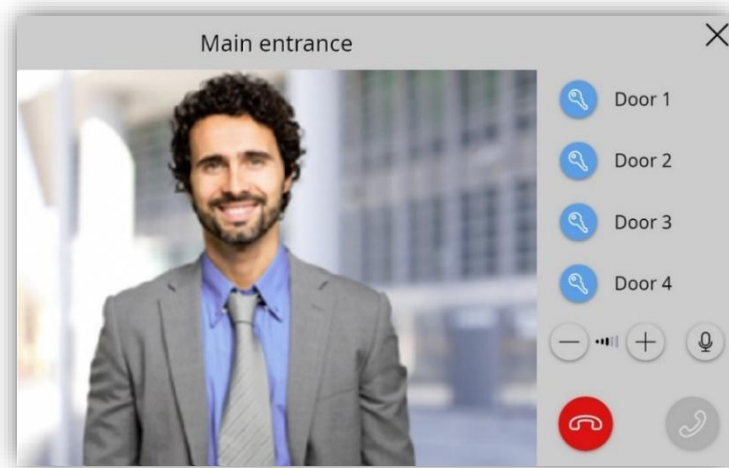

Abbildung138 . Laufender Anruf
- **Anruf annehmen:** Öffnet den Dialog für den laufenden Anruf (Abbildung 138) und benachrichtigt andere synchronisierte Bildschirme im selben Netzwerk, dass der Anruf angenommen wurde:
Wenn Sie den eingehenden Anruf annehmen, wird die Schnittstelle in Abbildung 138 angezeigt und die Sprachkommunikation mit der Video Gegensprechanlage gestartet.